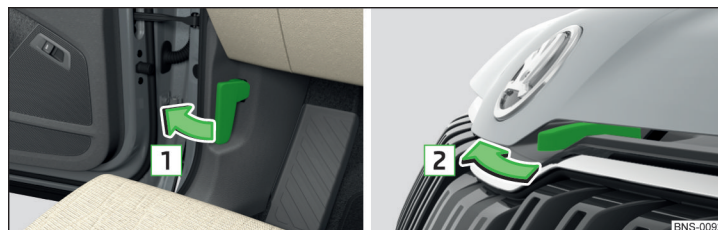

Fig. 323 Deschiderea capotei
- ▶ Deschideți portiera șoferului și trageți de maneta de deblocare de sub planșa de bord, în sensul săgeții **1** » fig. 323.